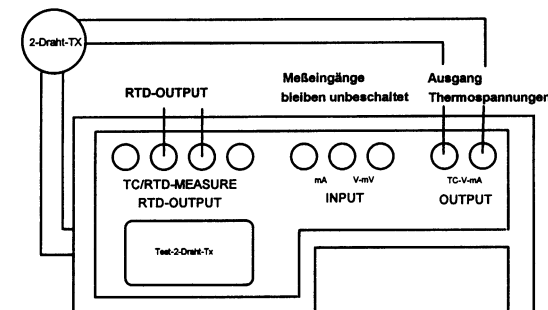

Bild 9.4.0 Anschluß 2-Draht Transmitter
- <1> ermöglicht Ihnen die Überprüfung von 2-Draht-Temperaturtransmittern. Diese Transmitter werden gem. Bild 9.4.0 gezeigtem Schema angeschlossen.